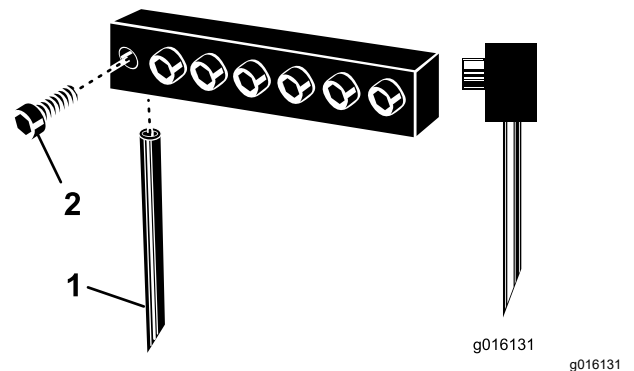

Figura 30
3. Desaperte as cavilhas de vedação e retire os dentes previamente utilizados (Figura 30).
Nota: Posicione os dentes ocios com a ranhura de ejeção para trás. Posicione os dentes maciços com o ângulo da ponta do dente voltado para a máquina (Figura 30).